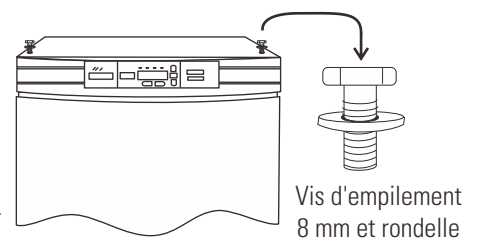

Figure 1-4. Trous de vis
3. Retirez les deux bouchons plastique des trous de vis à l'extérieur du panneau supérieur de l'unité du bas. Insérez les boulons d'empilement 5/16-18 de 12,7 mm de longueur dans les perçages avec leurs rondelles - ne pas les serrer pour le moment (figure 1-4).